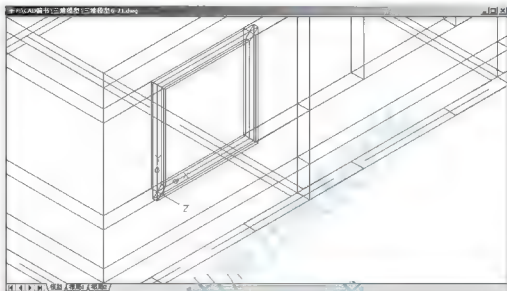

图 6.20 绘制出四周窗框
(7) 在指定下一点或 [圆弧 (A)/ 闭合 (C)/ 半宽 (H)/ 长度 (L)/ 放弃 (U)/ 宽度 (W)]: 提示下, 输入“C” (Close) 后按 Enter 键结束命令。结果生成如图 6.20 所示的“窗框”, 其宽度为 160mm, 厚度为 80mm。